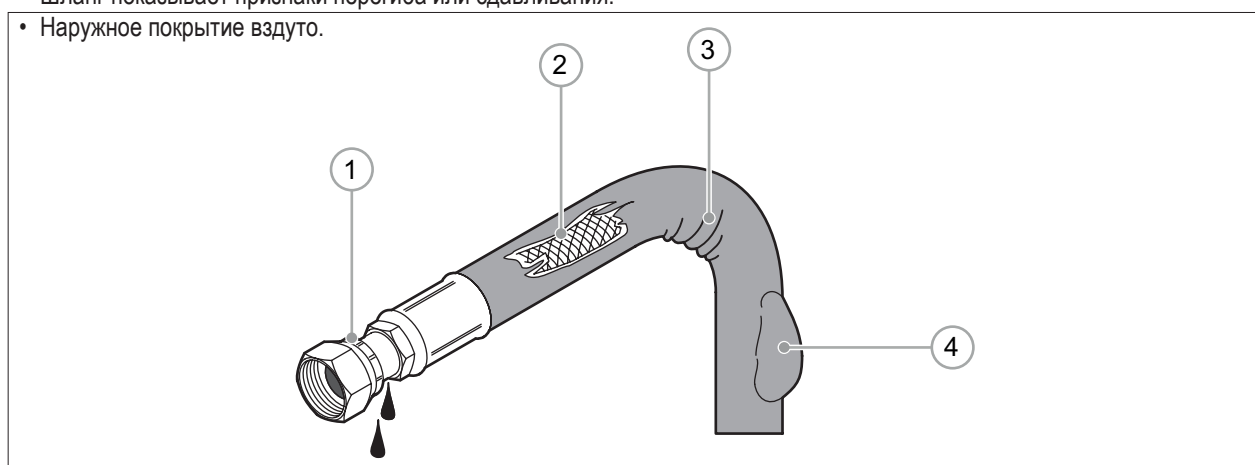

РИС. 44
3) Если есть какие-либо признаки повреждения, не работайте на машине, пока не будет сделан ремонт. Некоторые примеры общего повреждения гидравлического шланга показаны на **РИС. 44**.